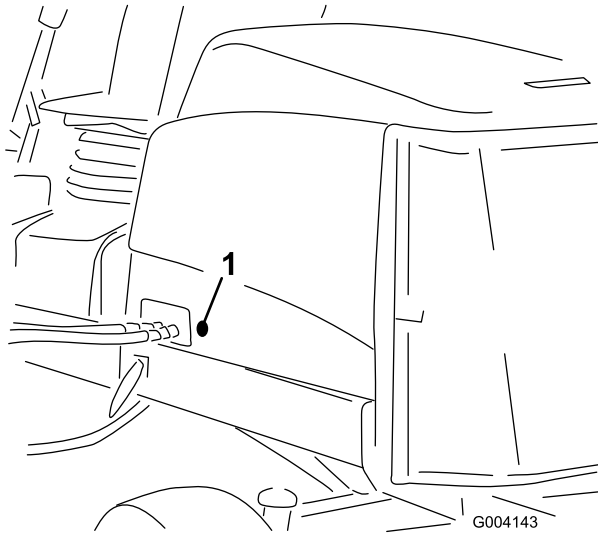

図 15
2. フードの左側についているゴム製のハトメを取り外す (図 15)。